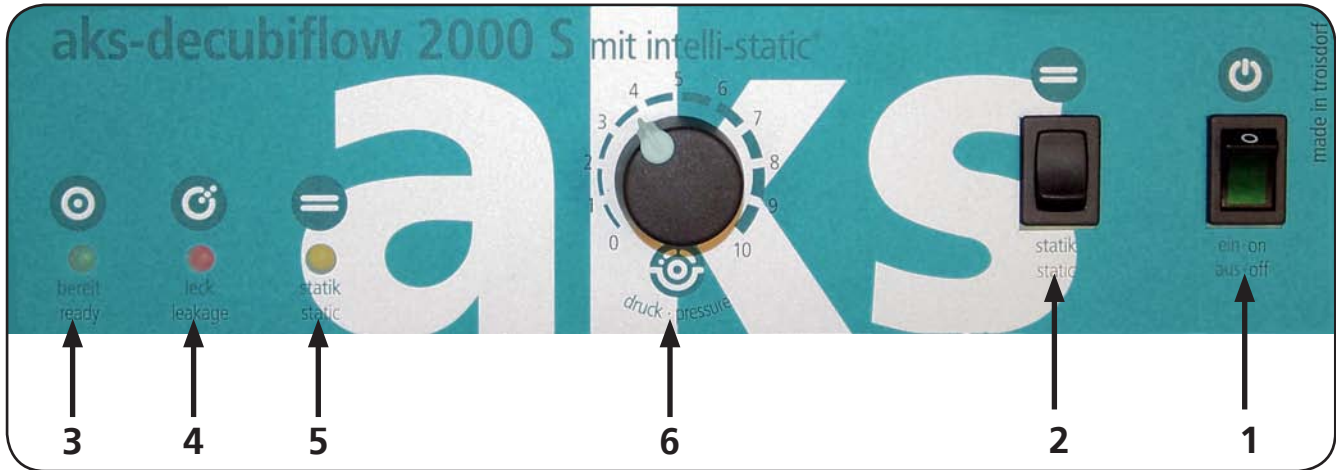

Abbildung 05
Das Antidekubitus-Wechseldrucksystem aks-decubiflow 2000 S besteht aus einem Aggregat und einer Wechseldruckmatratze. Das Aggregat erzeugt in der Wechseldruckmatratze den notwendigen Luftdruck, der mit dem Druckregler (siehe Abbildung 05) stufenlos eingestellt werden kann und mit Hilfe eines elektronischen Drucksensors automatisch aufrecht erhalten wird. Es kann zwischen den Betriebsmodi „Wechseldruck“ und „Statik“ mittels des Statik-Schalters am Aggregat (siehe Abbildung 05) gewählt werden. Durch eine optische Alarmfunktion am Aggregat wird ein möglicher Druckverlust bzw. Druckabfall im System signalisiert.
1. Schalten Sie das Aggregat mit dem Netzschalter ein (siehe Abbildung 05). Die Betriebskontrollleuchte im Netzschalter leuchtet grün auf. Gleichzeitig leuchtet die rote LED „leck“ (siehe Abbildung 05).
2. Wählen Sie durch Betätigung des Statik-Schalters (siehe Abbildung 05) den Betriebsmodus „Statik“ aus. Die Statik-Anzeige (Siehe Abbildung 05) leuchtet gelb auf.
4. Hat die Wechseldruckmatratze ihren Betriebsdruck erreicht, erlischt die rote LED „leck“ und die grüne LED „bereit“ (siehe Abbildung 05) leuchtet auf. Überprüfen Sie noch einmal den korrekten Sitz der Wechseldruckmatratze und das Wechseldrucksystem auf eventuelle Undichtigkeiten.
Mit dem Statik-Schalter (siehe Abbildung 05) haben Sie die Möglichkeit, den Betriebsmodus von „Wechseldruck“ auf „Statik“ umzustellen. Der Betriebsmodus „Statik“ wird durch Aufleuchten der gelben Statik-Anzeige (siehe Abbildung 05) signalisiert. In diesem Betriebsmodus regelt das System den Innendruck in beiden Luftkammerkreisen auf den eingestellten Wert, des zuvor im Wechseldruckmodus eingestellten Druckes.